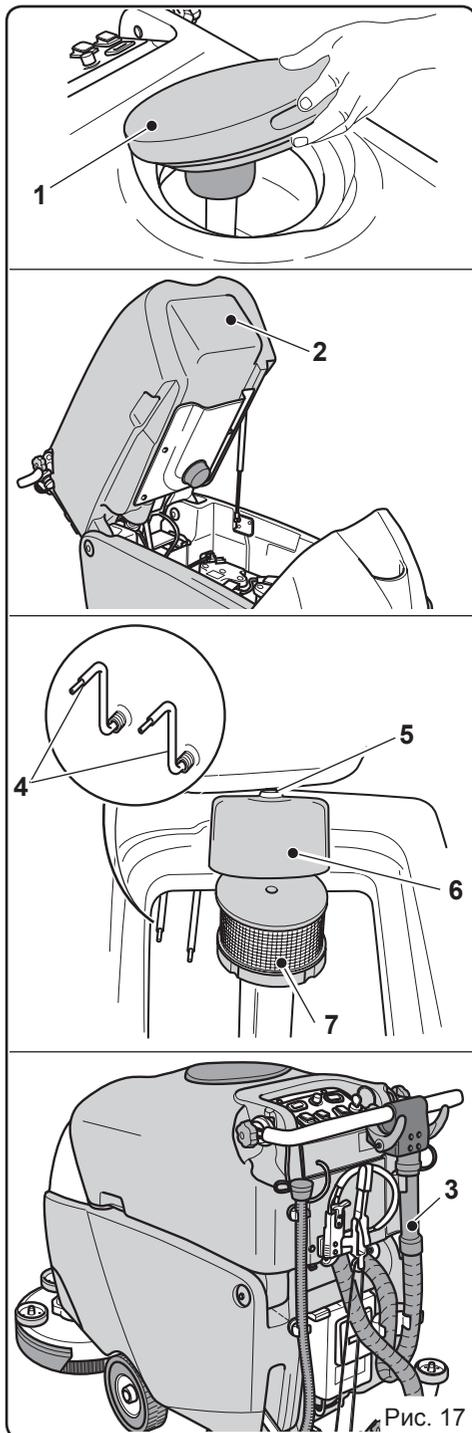

Рис. 17
10.1.b - Очистка бака для грязной воды (Рис.17)